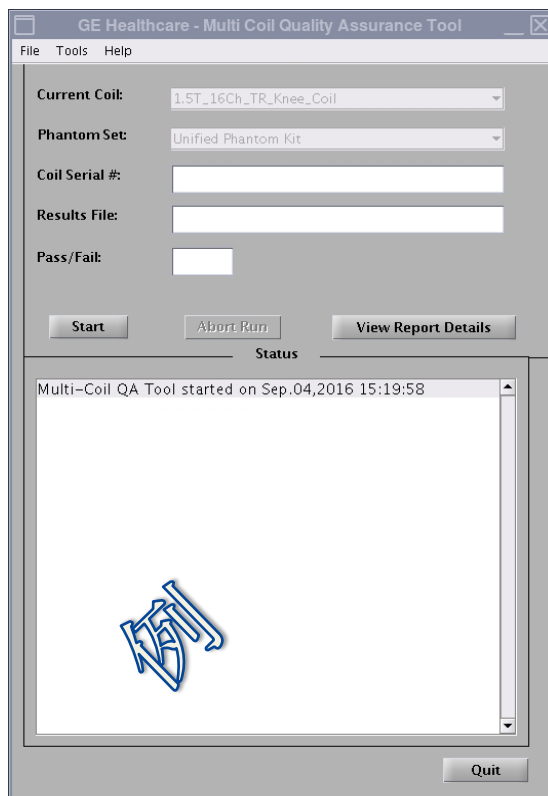

図 3
LPCA に接続したコイルのコイル ID に基づいて、現在のコイルフィールドが自動的に表示されます (図 3)。[Coil Serial #] (コイルシリアル番号) フィールドに試験するコイルのシリアル番号を入力します。
2. 図 3 に示すように、[Start]（開始）をクリックして自動試験を開始します。試験位置の数（コイルの複雑性）により異なりますが、試験には 3～5 分かかるものと思われます。